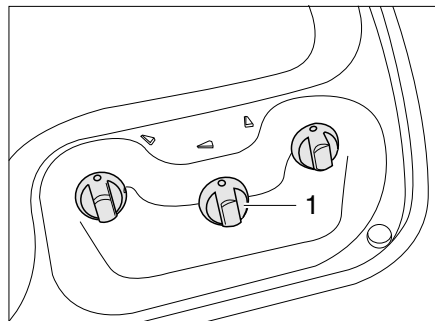

Bild 189 Bedienelemente für Gaskocher
- Drehregler (Bild 189,1) der gewünschten Brennstelle auf Zündposition (große Flamme) drehen.